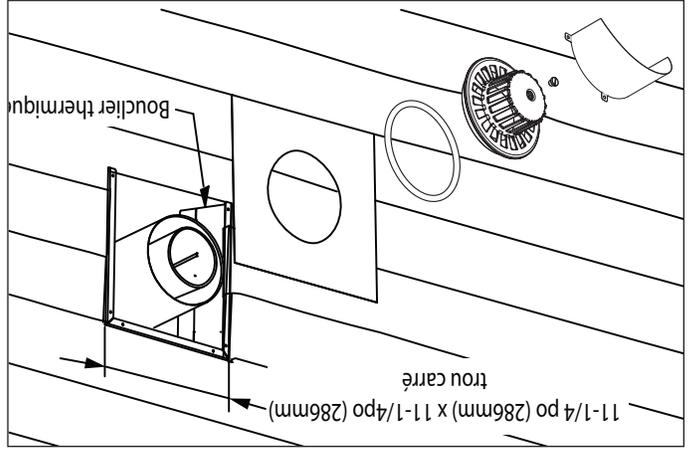
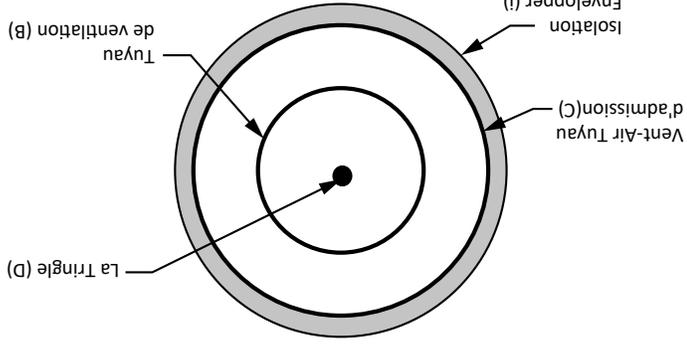

Figure 28
Figure 27
- (B) tuyau de ventilation
- (C) tuyau d'admission d'air
- (I) isolation
- (D) tige
2. Le trou à l'extérieur du mur doit être un carré de 11-1/4 po (286 mm) x 11-1/4 po (286 mm) (voir figure 28).
3. Faites glisser l'écran thermique (K) dans le trou carré de 11-1/4 po (286 mm) x 11-1/4 po (286 mm). Fixez l'écran thermique (K) au support mural à l'aide du matériel approprié.
4. De l'extérieur du mur, vissez légèrement la tige (D) sur le support situé à l'intérieur de la sortie de fumée de l'appareil.
5. Enveloppez le tuyau d'admission d'air (C) avec l'isolant fourni (I) (côté feuille vers l'extérieur) et placez la bande de ruban fournie (H) le long de la couture pour le fixer.
6. Faites glisser le plus petit tuyau d'évent (B) de l'extérieur de votre maison) à travers le trou dans le mur et fixez-le à l'appareil de chauffage monté à l'intérieur de votre maison. Assurez-vous que le tuyau de ventilation est bien ajusté et engagé dans le radiateur. Faites ensuite glisser le plus grand tuyau d'admission d'air de ventilation, avec l'isolant enveloppé et scotché à l'extérieur du tuyau, à travers le même trou et sur le plus petit tuyau d'aération (B) et fixez-le au radiateur.
REMARQUE : Il est essentiel que l'enveloppe isolante (I) soit enveloppée et fixée avec le ruban adhésif à l'extérieur du plus grand tuyau d'admission d'air de ventilation (C). L'isolant ne doit PAS être enroulé entre le tuyau d'évent (B) et le tuyau d'admission d'air d'évent (C) (voir figure 27).